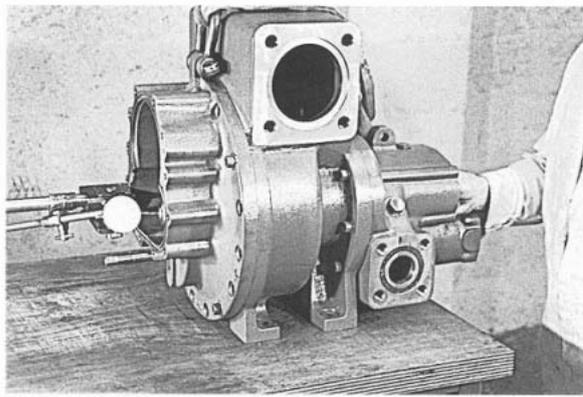

Рис. 97
20. Установите индикатор с лимбом на ноль на впускном конце каждого ротора по очереди. (Рис. 97) Сместите ротор по оси по всей его длине; индикатор покажет общий зазор между торцом ротора и картером.